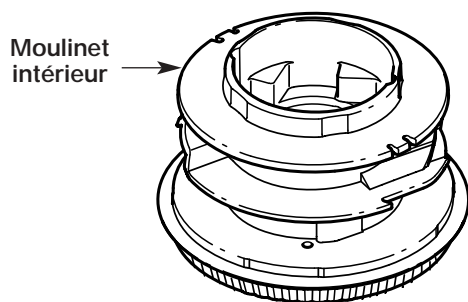

Fig. 23
4. Retirez tout le fil du moulinet intérieur avant de nettoyer. Enlevez tout débris ou trace d'herbe du bouton, du ressort, du moulinet et du joint en mousse. Lavez le moulinet intérieur avec de l'eau tiède savonneuse (Fig. 23).